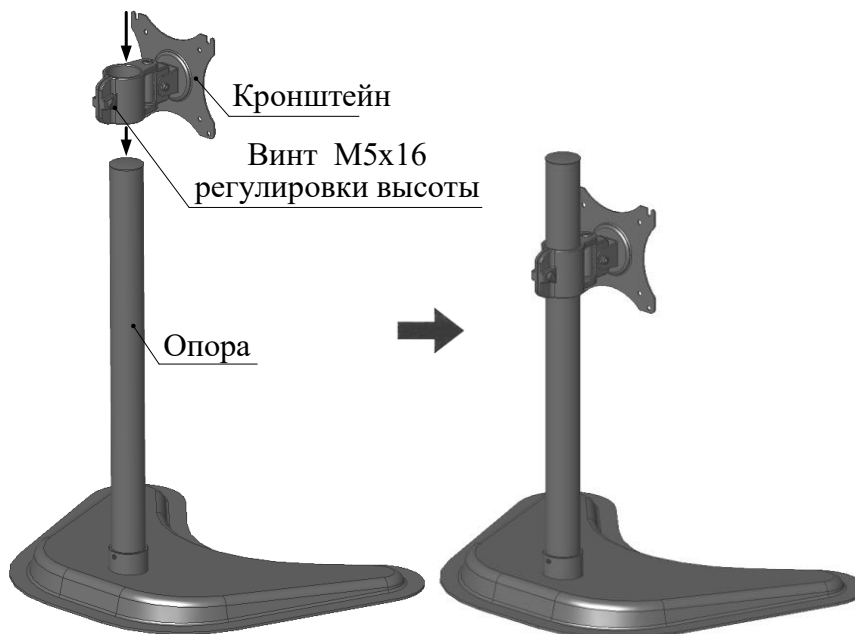

Рисунок 6 — Кронштейн
2) установить кронштейн на стойку или переместить его на нужную высоту в следующем порядке (Рисунок 6):